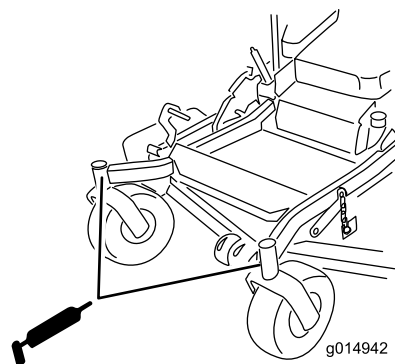

Figura 42
9. Retire el adaptador de engrase del punto de engrase. Instale el tapón hexagonal y la tapa (Figura 42).